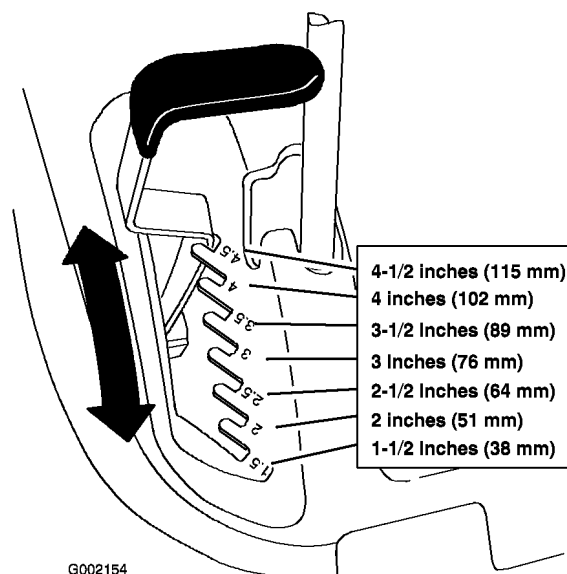

Figure 12
aussi à la hauteur de coupe de 114 mm) (Figure 12).
2. Pour régler la hauteur de coupe, tirez sur le levier de hauteur de coupe et sélectionnez la position souhaitée (Figure 12).